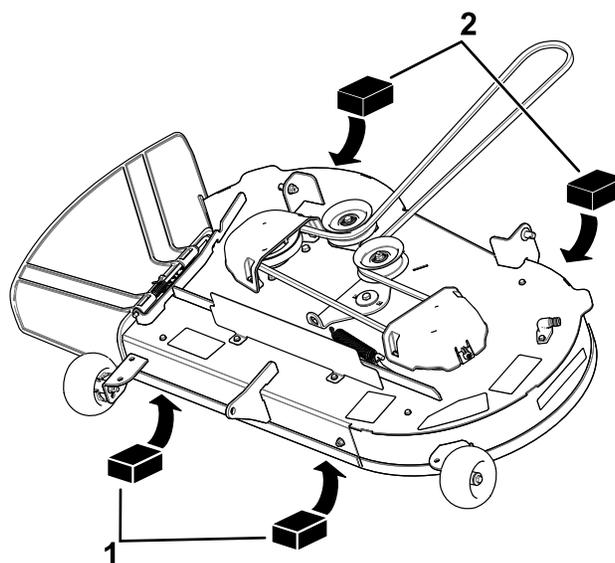
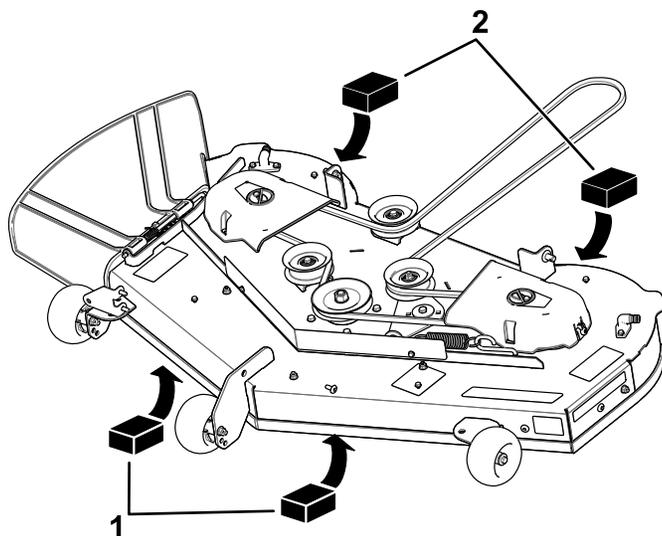

Figura 68
Figura 69
4. Coloque dois calços de 6,6 cm de espessura cada debaixo de cada lado da extremidade frontal da plataforma, mas não debaixo dos suportes do rolo (antidanos Figura 68 ou Figura 69).
5. Coloque dois calços de 7,3 cm de espessura cada debaixo da extremidade traseira da aba da plataforma de corte, um em cada lado da plataforma de corte (Figura 68 ou Figura 69).